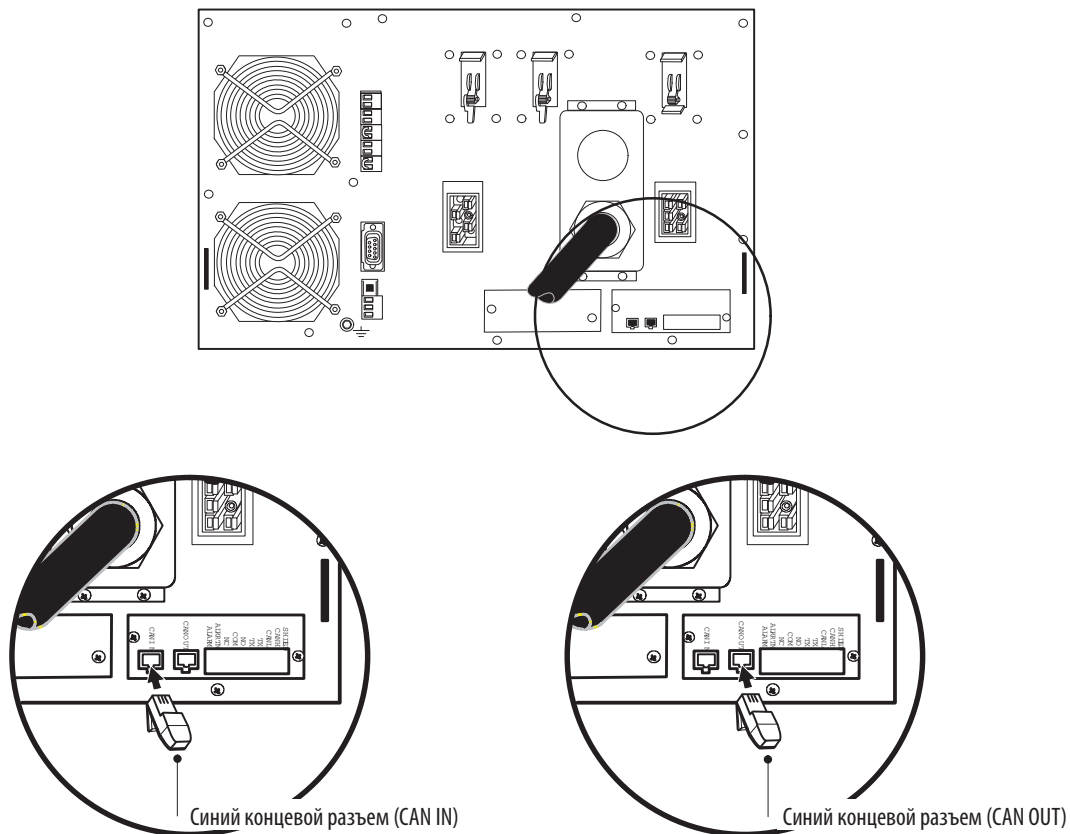

Рисунок 39. Установка синего концевой разъема (установка одиночного ИБП, готового к запараллеливанию)
- Если вы запланировали установить ИБП в качестве первого источника в конфигурации, установите один из прилагаемых синих концевых разъемов (см. рисунок 39) в порт CAN IN в ИБП. Второй синий концевой разъем сохраните для последующего применения.
- Если вы запланировали установить ИБП в качестве последнего источника в конфигурации, установите один из прилагаемых синих концевых разъемов (см. рисунок 39) в порт CAN OUT в ИБП. Второй синий концевой разъем сохраните для последующего применения.